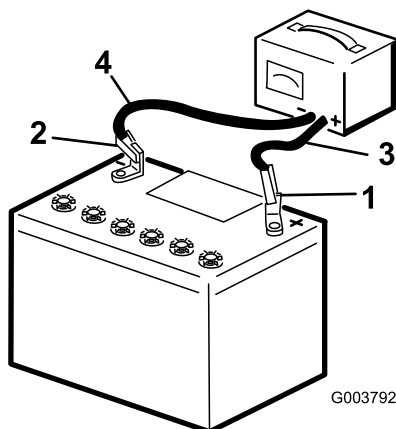

Figure 44
3. Connectez le câble positif du chargeur de batterie à la borne positive de la batterie (Figure 44).
4. Branchez le câble négatif du chargeur de batterie à la borne négative de la batterie (Figure 44).
6. Quand la batterie est chargée au maximum, débranchez le chargeur de la source électrique, puis débranchez les fils du chargeur des bornes de la batterie (Figure 44).